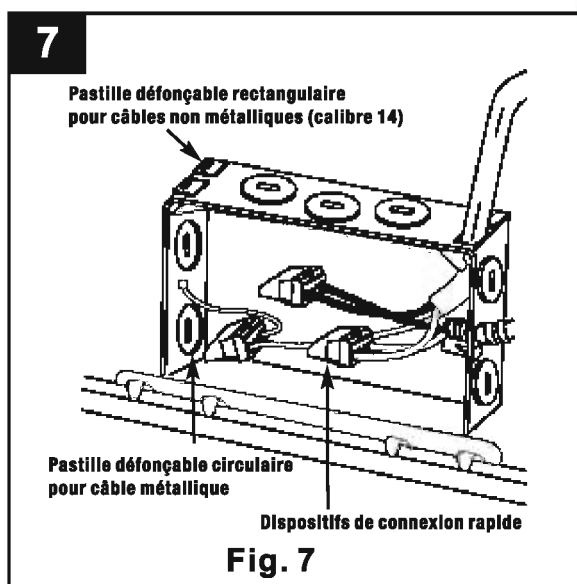

Fig. 7
6. Coupez l'alimentation électrique à partir du panneau de fusibles ou de disjoncteurs (Fig. 7).
Alimentez la boîte de branchement (fixée sur le cadre de plâtre) conformément au Code national de l'électricité ou au code de l'électricité de votre région, à partir d'une boîte de jonction adéquate. L'isolation des fils électriques doit résister à une température d'au moins 90 °C (Fig. 7).
Retirez le couvercle de la boîte de branchement (Fig. 7).
Remarque : La boîte de branchement peut recevoir des câbles armés souples (métalliques) ou des câbles non métalliques. Vous devez utiliser des câbles métalliques si votre code d'électricité l'exige (Fig. 7).
Câble métallique : Retirez la ou les pastilles défonçables appropriées (selon le cas) et fixez le câble à la boîte de branchement à l'aide des connecteurs appropriés (vendus séparément) (Fig. 7).
Câble non métallique : Retirez la ou les pastilles rectangulaires défonçables (selon le cas) sur le dessus de la boîte de branchement et insérez le câble en le poussant au-delà de la bague de blocage. Le câble sera maintenu en place par cette bague de blocage; aucun autre connecteur n'est requis (Fig. 7).
Raccordez les câbles d'alimentation en appuyant fermement sur les connecteurs (à bouton pression). Raccordez les fils blancs ensemble, les fils noirs ensemble et le fil vert ou en cuivre dénudé (de l'alimentation) au fil de cuivre dénudé (dans la boîte de branchement). Assurez-vous qu'aucun fil dénudé et alimenté en courant n'est exposé (Fig. 7).
Remarque : Le fil de mise à la terre sur la boîte de jonction devra peut-être être fixé à une vis de mise à la terre (Fig. 7).
Rangerez les fils et les capuchons dans la boîte de branchement, puis refermez le couvercle (Fig. 7).